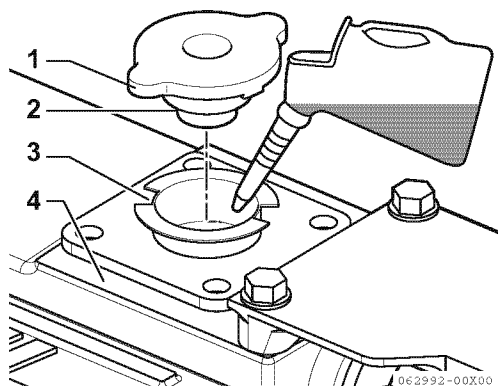

Figura 11
3. Vierta el refrigerante lentamente en el depósito del refrigerante (**Figura 11, (4)**) para evitar que se formen burbujas de aire. Deténgase cuando el refrigerante rebose por la boca de llenado.
4. Alinee las pestañas del tapón de llenado (**Figura 11, (1)**) con las muescas de la boca para relleno (**Figura 11, (3)**) y apriete el tapón de llenado (**Figura 11, (2)**) firmemente.